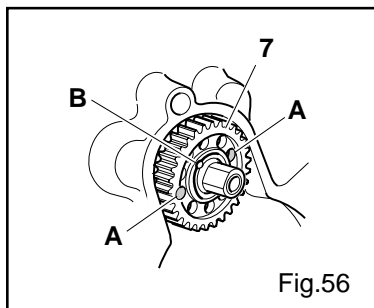

Fig. 56
5. Verificare il posizionamento dell'ingranaggio "7" (Fig.56) dell'albero a camme: i due fori filettati "A" sull'ingranaggio devono essere disposti orizzontalmente (e paralleli al piano della testa) e la spina "B" sull'albero a camme dev'essere posizionata in alto.
5. Verifying the position of gear "7" (Fig. 56) of camshaft: the 2 threaded hole "A" on the gear they have to be inclined horizontally (and parallel to the plan of the cylinder head) and thorn "B" on camshaft to be positioned in high.
5. Die Position des Zahnrades "7" (Abb.56) der Nockenwelle prüfen: beide Gewindebohrungen "A" des Zahnrades sollen in Horizontalrichtung angeordnet sein; Stift "B" an der Nockenwelle soll oben liegen.
5. Contrôler la position de l'engrenage "7" (fig.56) de l'arbre à cames: les deux trous filetés "A" sur l'engrenage doivent être en position horizontale (et parallèle au plan de la culasse) et la cheville "B" sur l'arbre à cames doit être en haut.
9. Verificare che l'allineamento dell'ingranaggio dell'albero a camme, (come illustrato in Fig.56) sia corretto.
9. Verifying that alignment of gear of camshaft it is correct (how illustrated in figure 56).
9. Die Ausrichtung des Zahnrades der Nockenwelle prüfen: siehe Abb.56.
9. Vérifier l'alignement de l'engrenage de l'arbre à cames: voir fig.56.